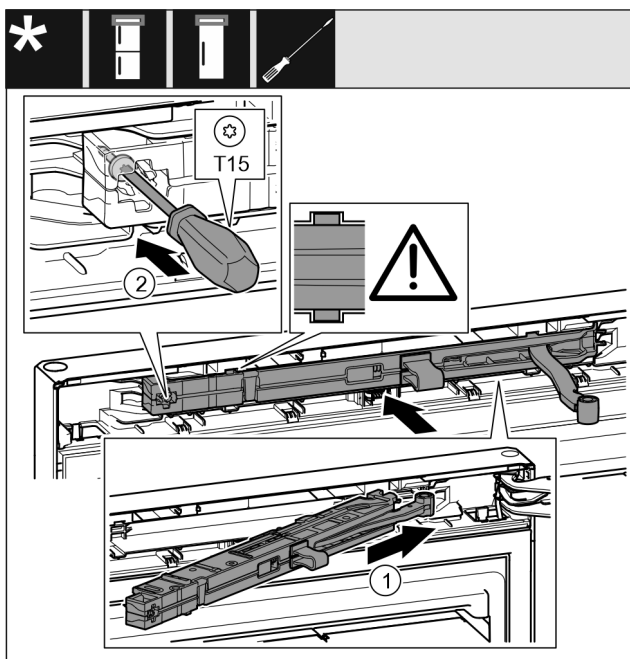

Fig. 49
- ▶ Amortyzator zamykania drzwi po stronie płytki zawiasu wsunąć ukośnie w zagłębienie aż do oporu. Fig. 49 (1)
- ▶ Śrubę przykręcić przy pomocy śrubokręta T15. Fig. 49 (2)